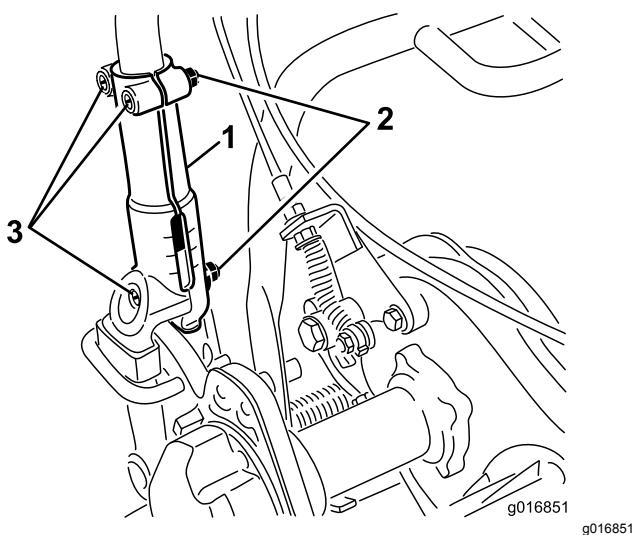

Figura 26
1. Afloje los 3 pernos de cuello cuadrado y las tuercas que sujetan ambos lados del manillar a las abrazaderas (Figura 26).